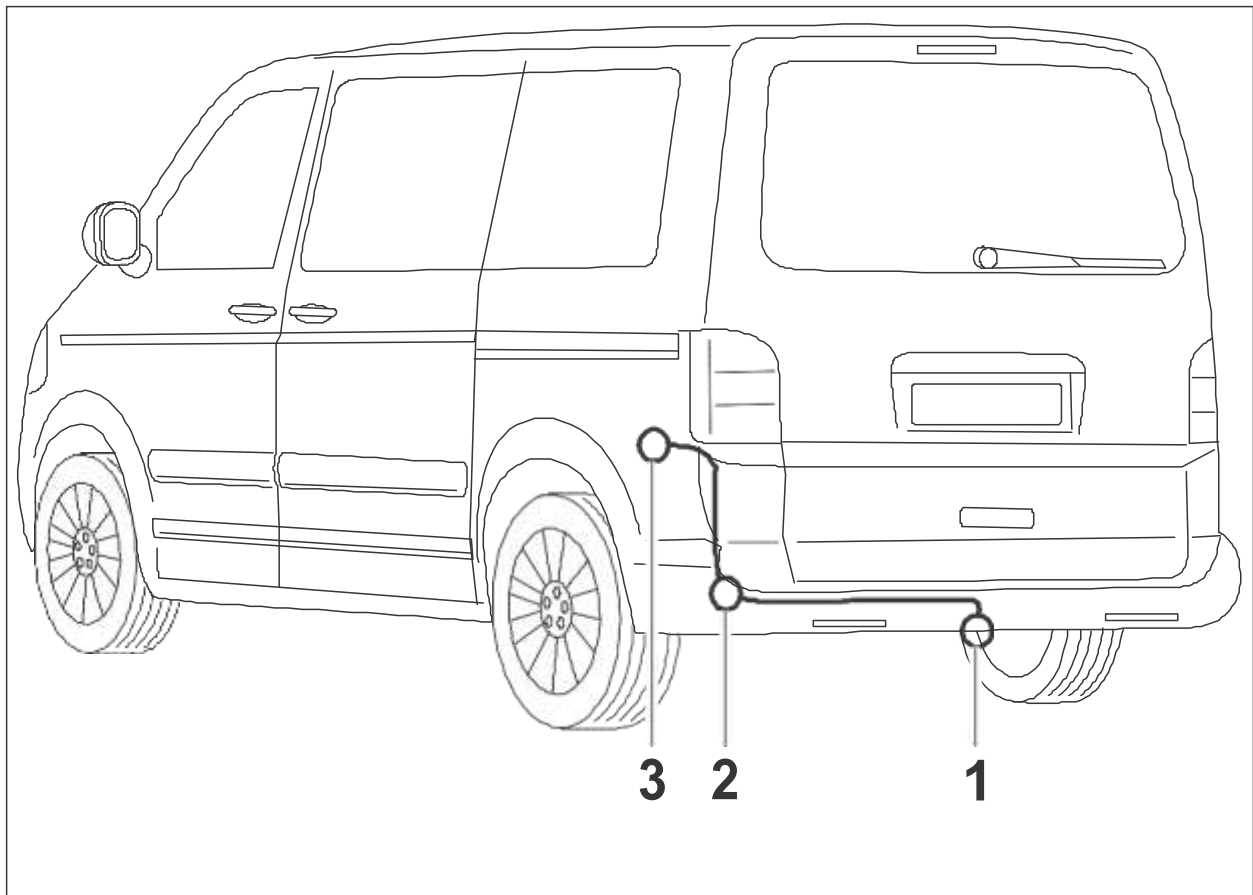

Abb. 1: Einbauübersicht
3. Das Steckdosenende des Leitungssatzes durch die Durchführungsstülpe (Abb. 1/2) des Fahrzeugs hinten links nach außen zum Steckdosenhalteblech verlegen (Abb. 1/1). Durchführungsstülpe mit Butylband aus dem Lieferumfang zusätzlich abdichten.
7. Die Steckdose mit den in der Steckdose vorhandenen Schrauben am Halteblech (Abb. 1/1) festschrauben.
9. Durchführungstülle (Abb. 1/2) des Fahrzeugs auf dem Leitungsstrang montieren, auf dem Leitungsstrang entlangschieben und von Aussen in die Bohrung des Fahrzeugs einsetzen. Durchführungstülle mit Dichtplatte (Butylband) aus dem Lieferumfang zusätzlich abdichten.
10. Die 8- und 12-poligen Stecker auf die entsprechenden Gegenstecker an der Koppelstelle hinten links (Abb. 1/3) stecken und verrasten. Ggf. bereits im Fahrzeug vorhandenen 8-poligen Brückenstecker abziehen (wird nicht mehr benötigt).